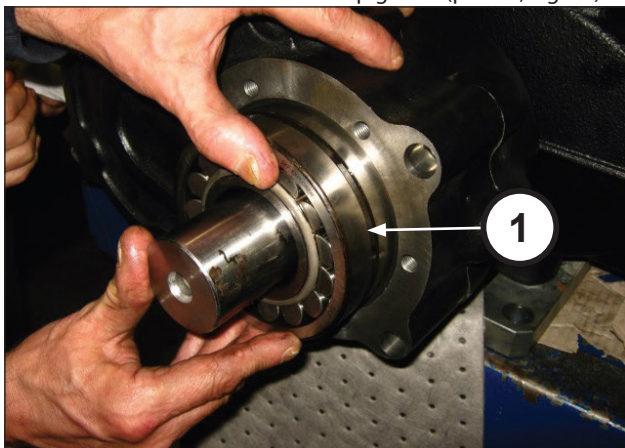

Fig. 80
Inserire il cuscinetto 60x130x46 sul pignone (pos. ①, Fig. 80).